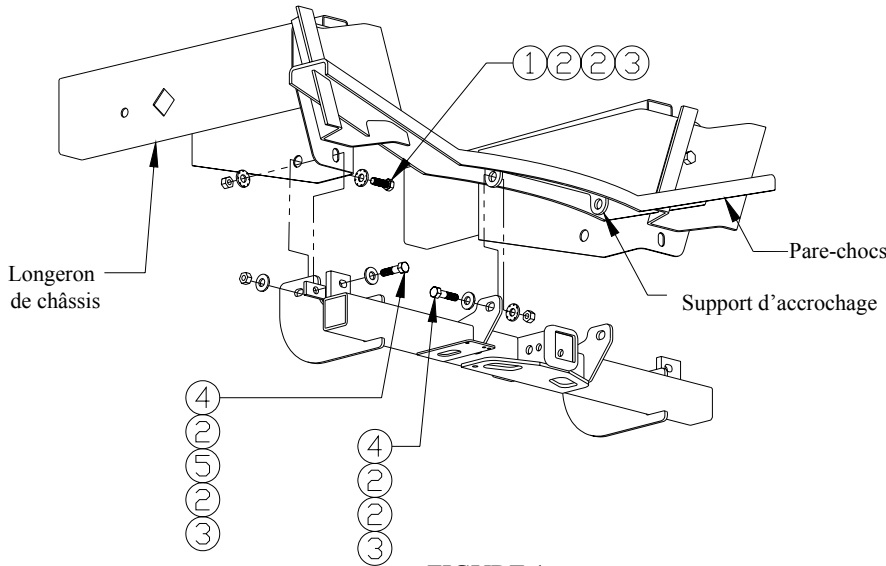

FIGURE 1
①	Qté (2)	Boulon hexagonal, 1/2-13 x 1-1/2 po	④	Qté (4)	Boulon hexagonal, 1/2-13 x 2 po
②	Qté (12)	Rondelle conique, 1/2 po	⑤	Qté (2)	Espaceur, 1/4 x 1 x 2 po
③	Qté (6)	Écrou, 1/2 po
1. Soulever l'attelage en position comme illustré à la figure 1.